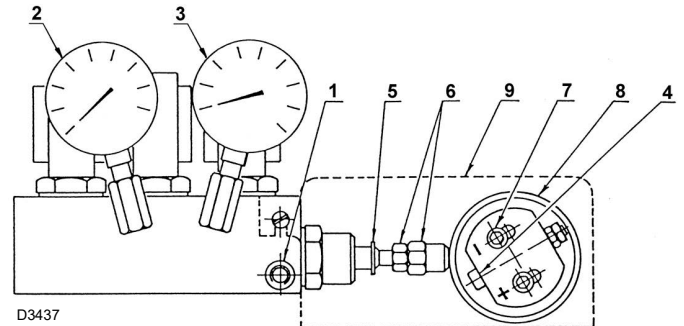

Рис. 30
змінить ексцентриситет за допомогою гвинта 4)(Рис. 30), попередньо послабивши гвинти 7).
Умовні позначення (Рис. 30)
Для цього змініть довжину штока 5)(Рис. 30) за допомогою гайки 6).
- Після цього першого регулювання збільште потужність за допомогою перемикача з автоматичним поверненням на панелі керування. Зупиняйтеся після кожного повороту серводвигуна на 15° і виконуйте подальше регулювання за допомогою повітряного кулачка зі змінним профілем. Рекомендується виконувати калібрування так, щоб запобігти утворенню димного полум'я та якомога швидше досягти максимальної потужності (максимальний хід серводвигуна 130°); за допомогою гвинта ексцентрика 5)(Рис. 30) відрегулюйте тиск у зворотній лінії для отримання бажаної потужності, передбаченої форсункою, а потім поверніться до калібрування проміжних точок.